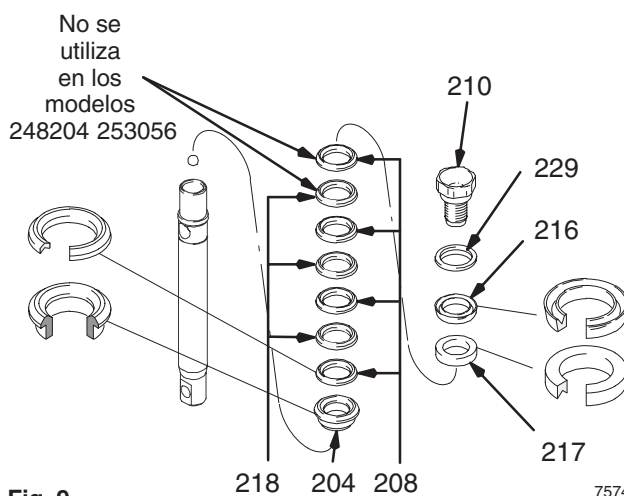

Fig. 9
Fig. 9. Antes de montar, empape todas las empaquetaduras de cuero con aceite SAE 30W durante 1 hora como mínimo. Coloque el casquillo macho (204) en el vástago del pistón. Coloque las empaquetaduras alternando las empaquetaduras UHMWPE (208) con las de cuero (218) (observe la orientación) en el vástago del pistón. Coloque el casquillo hembra (217). Coloque el seguidor del pistón (216) (observe la orientación) y la arandela de seguridad (229) en la válvula del pistón (210). El producto especial de sellado de las roscas de la válvula del pistón es válido para cuatro cambios de empaquetaduras. Después de estos cuatro cambios, aplique Loctite® en las roscas de la válvula del pistón.
Fig. 9. Introduzca el vástago del pistón en el cilindro con el orificio del pasador hacia arriba y la válvula del pistón hacia abajo. Introduzca el pasador en el vástago del pistón y en el cigüeñal.